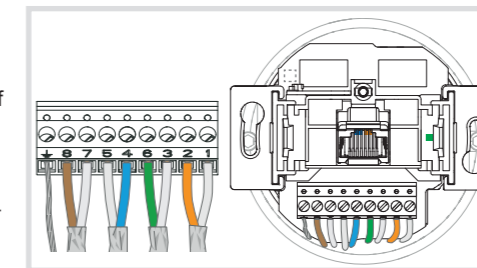

Bild 5
- 9-poligen Klemmblock (2) vom Gerät abziehen und die Adern entsprechend vorgegebener Farbcodierung auflegen (Tabelle 3).
- Die Belegungen auf dem Klemmblock (2) müssen mit denen des Patchfeldes im Netzwerk übereinstimmen.
- Klemmblock auf die Kontaktstifte (3) stecken (Bild 5).